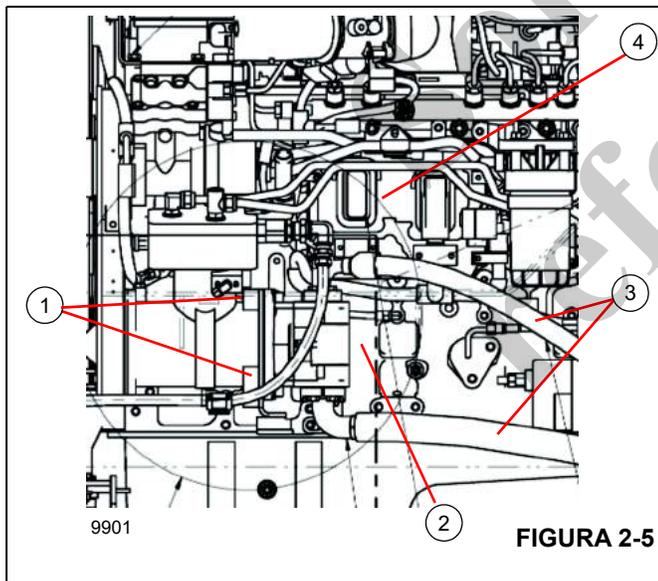

FIGURA 2-5
El motor impulsa la bomba de engranajes n.º 1 (Figura 2-5) montada en el compresor de aire. La bomba de engranajes n.º 1 alimenta el mecanismo de servodirección del eje delantero y la función de giro.
Retiro de la bomba n.º 1 (consulte la Figura 2-5).
Retiro de la bomba n.º 2 (consulte la Figura 2-5)
3. Saque los pernos y arandelas (Figura 2-5) que fijan la escuadra de montaje de la bomba al chasis. Retire el conjunto de bomba.
4. Retire los pernos y arandelas planas (Figura 2-5) que fijan la bomba delantera a la escuadra de montaje de la bomba. Retire la bomba.